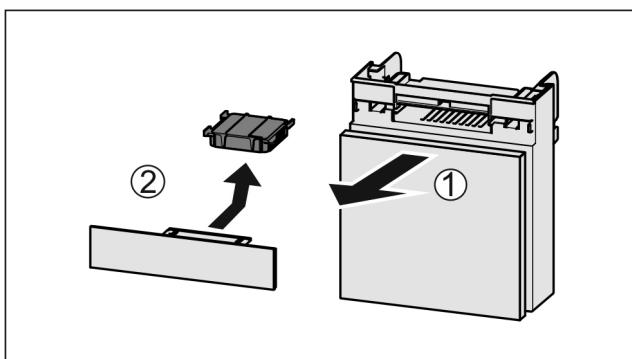

Fig. 128
- Predal izvlecite Fig. 128 (1) naprej.
- Odstranite Fig. 128 (2) aktivni ogleni filter.